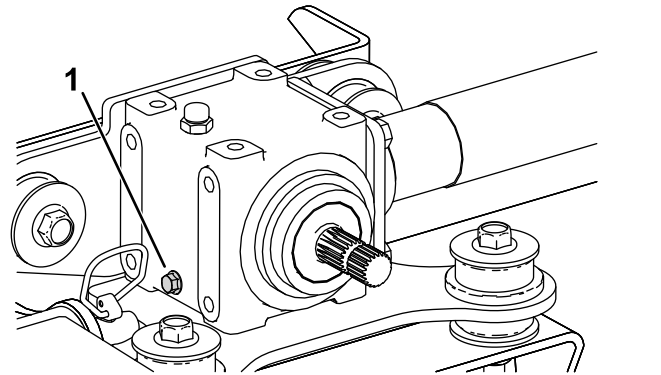

Figura 25
2. Posizionate una bacinella sotto il tappo di spurgo sulla scatola ingranaggi (Figura 25).
3. Togliete il tappo di spurgo sul lato inferiore sinistro della scatola ingranaggi e spurgate il fluido (Figura 25).